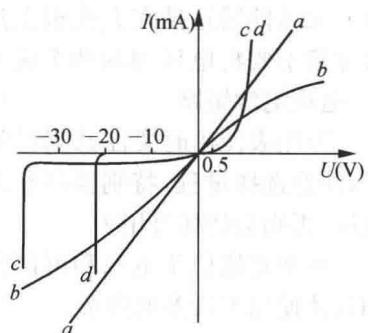

图 1-1 伏安特性曲线
(1) 线性电阻器的伏安特性曲线是一条通过坐标原点的直线, 如图 1-1 中直线 a 所示。直线的斜率等于该电阻的值。
(2) 通常将白炽灯视为线性电阻, 但实际工作时灯丝处于高温状态, 其灯丝电阻随着温度的升高而增大, 一般灯泡的“冷电阻”与“热电阻”的阻值可相差几倍至十几倍。白炽灯的伏安特性如图 1-1 中曲线 b 所示。